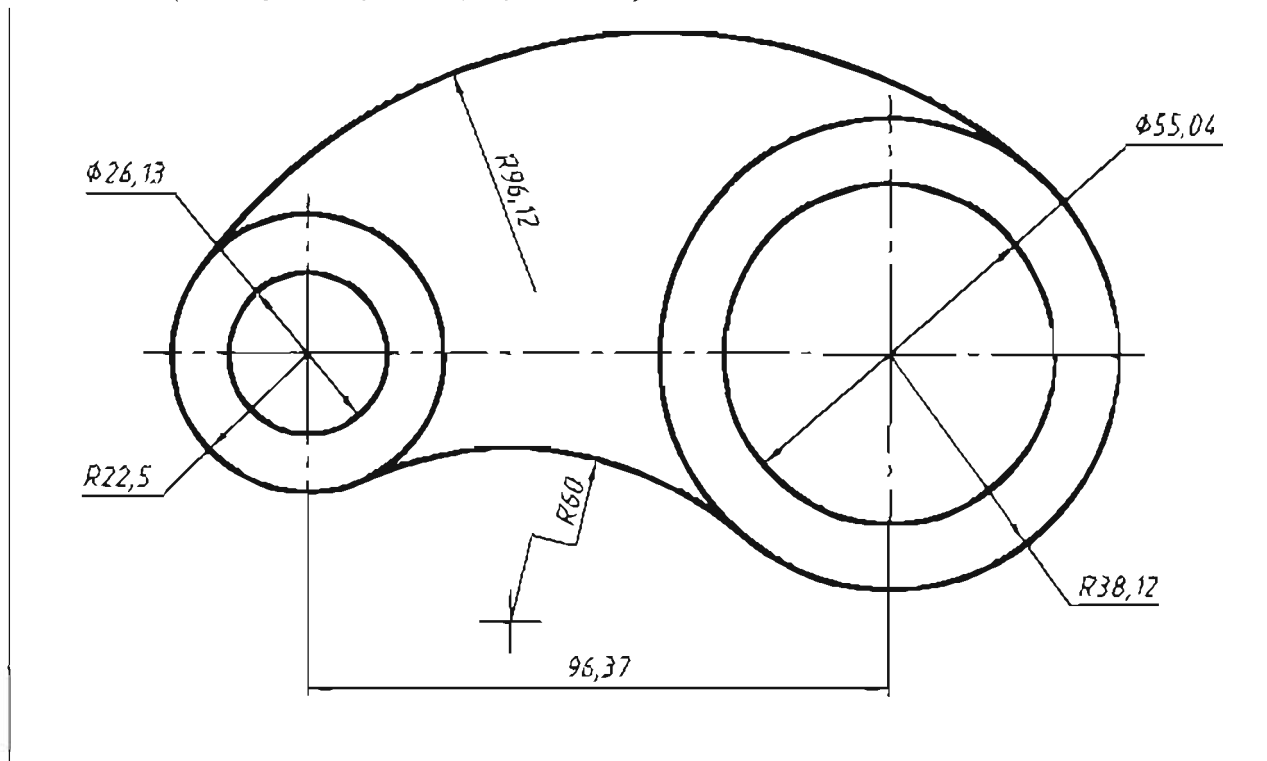

Рис. 5.7. Чертеж кулачка
5.2.7. Начертить кулачок (рис. 5.7), проставить размеры.